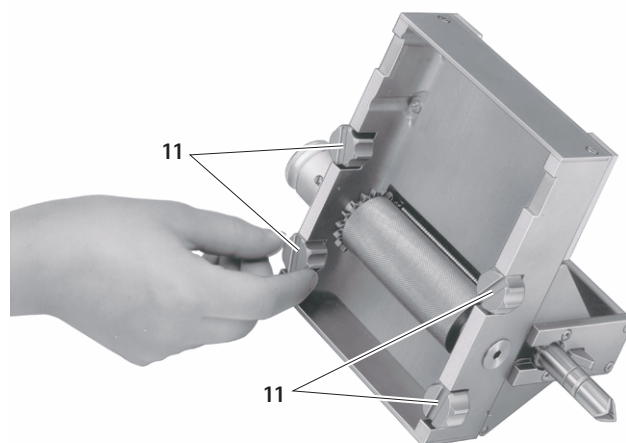

Рис. 1
- Развернуть режущее устройство 4 таким образом, чтобы стали видны четыре винта 11, см. Рис. 1.